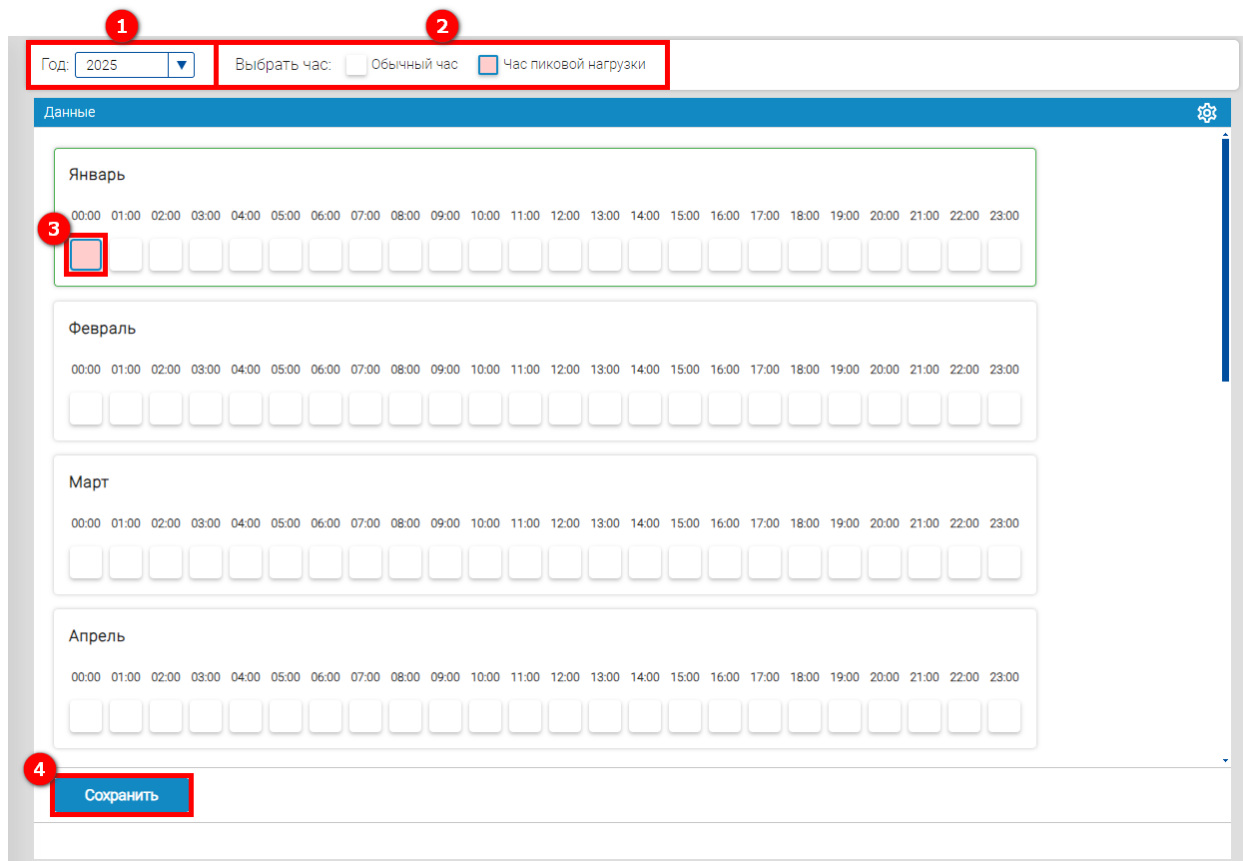

Рисунок 72 – Установление плановых часов пиковой нагрузки
Для установления плановых часов пиковой нагрузки выбираем календарный год (1) (см. рисунок 72), затем левой кнопкой мыши выбираем пиковую нагрузку (2) и нажимаем на необходимый временной интервал (3). После установки всех необходимых настроек нажимаем кнопку **Сохранить** (4).